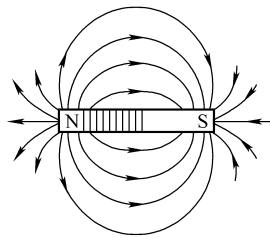

图 1-7 磁力线分布
2) 磁力线。为了形象地描述磁场的强弱和方向,科学家虚构出一组曲线,叫磁力线,如图 1-7 所示。